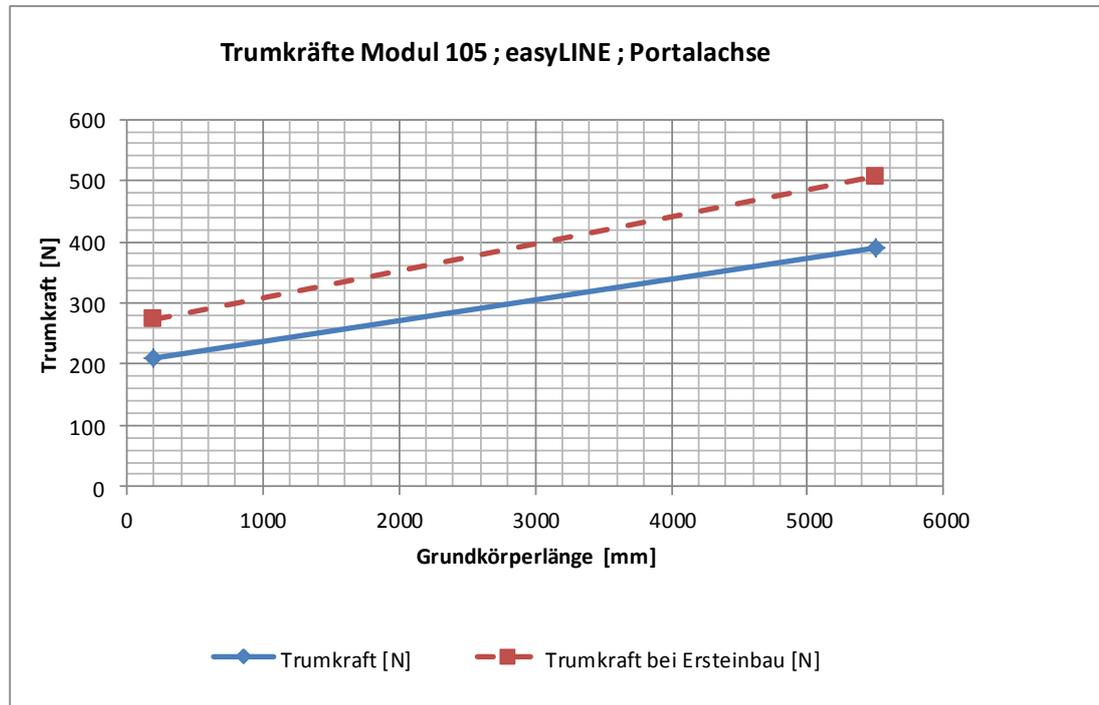

Abbildung 3: Diagramm 1
Solltrumkraft	Gemäß Grundkörperlänge im Diagramm 1 (siehe Abbildung 3, Seite 5)
- (5) Vergleichen Sie die Trumkräfte mit Diagramm 1 (siehe *Abbildung 3*).
- (5) Vergleichen Sie die Trumkräfte mit Diagramm 1 (siehe *Abbildung 3, Seite 5*).
- (6) Erhöhen Sie die Riemenspannung durch Abdrehen der Distanzbuchsen stufenweise, bis der Diagrammwert annähernd erreicht wird.
(5) Vergleichen Sie die Trumkräfte mit Diagramm 1 (siehe *Abbildung 3, Seite 5*).
(6) Erhöhen Sie die Riemenspannung durch Abdrehen der Distanzbuchsen stufenweise, bis der Diagrammwert annähernd erreicht wird.